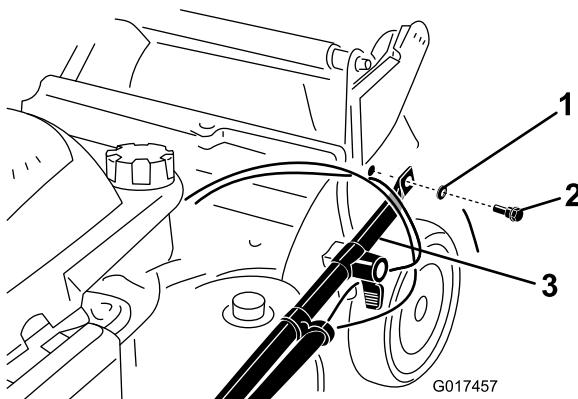

Figura 4
2. Fije los extremos del manillar al alojamiento de la máquina con 2 arandelas y 2 pernos de manillar (Figura 4), pero no apriete los pernos del manillar.
**Importante:** Coloque los cables en el exterior del manillar (Figura 4).